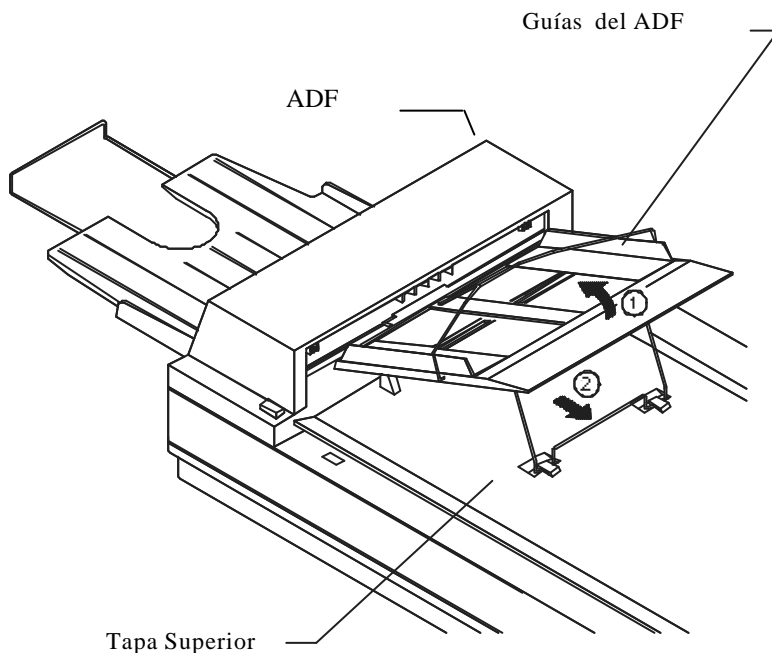

Figura 2-4 Instalación de Soporte de Entrada del ADF.
Instalación del Soporte de Entrada del ADF (Figura 2-4)
3. Cierre la tapa superior y sujete la Bandeja de Entrada, sobre los soportes (ver Figura 2-4).